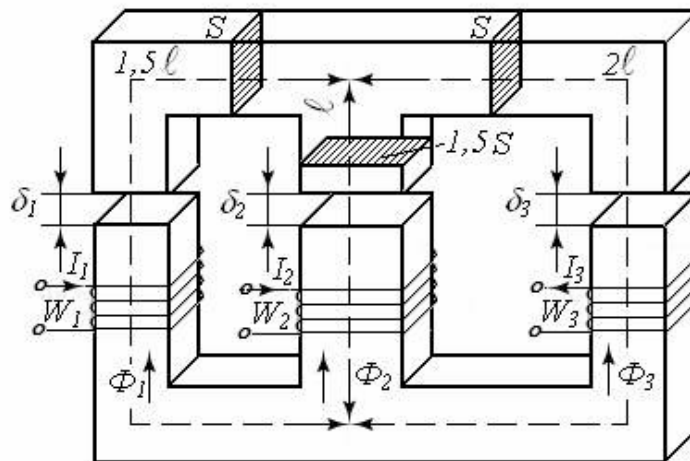
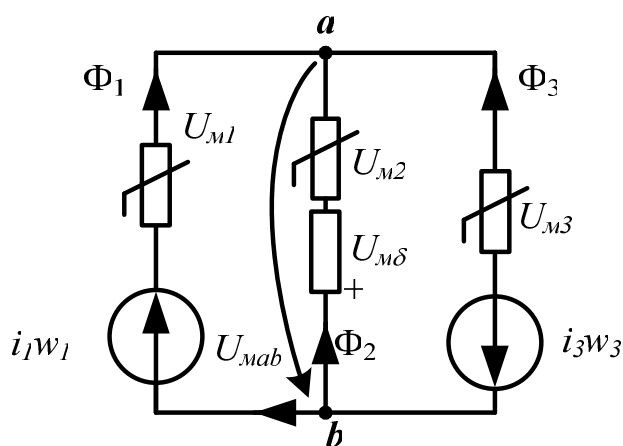

Рис. 2.1
Рис. 2.2
Для магнитной цепи, схематически изображенной на рис. 2.1, с учетом данных табл. 2.1 и 2.2 рассчитать:
$I$  – постоянный ток в катушке, направление которого для положительных величин совпадает с указанным на рис. 2.1.
дано схемой рис. 2.1; направления МДС определяются по правилу буравчика.
1. Составляем расчетную схему замещения (рис. 2.2). Индексы величин выбираем в соответствии со схемой рис. 2.1: